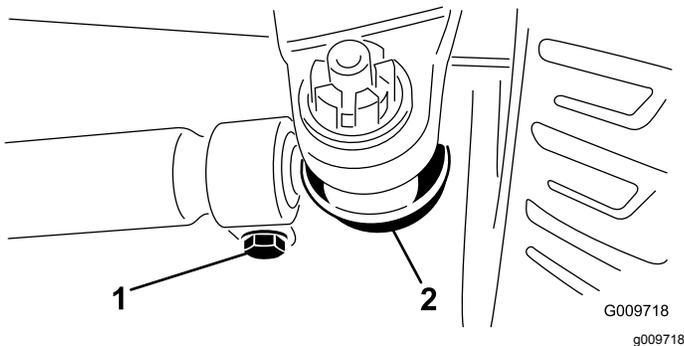

Figura 48
2. Para ajustar, remova o contrapino e a porca de cada uma das rótulas da barra de ligação (Figura 48). Remova a junta da barra de ligação do suporte do eixo.
3. Desaperte as abraçadeiras que estão em ambas as extremidades das barras de ligação (Figura 48).
4. Rode uma (1) vez a rótula separada, para dentro ou para fora. Aperte a abraçadeira na parte solta da barra de ligação.
5. Rode uma (1) vez todo conjunto da barra de ligação na mesma direção (para dentro ou para fora). Aperte a abraçadeira na extremidade ligada da barra de ligação.